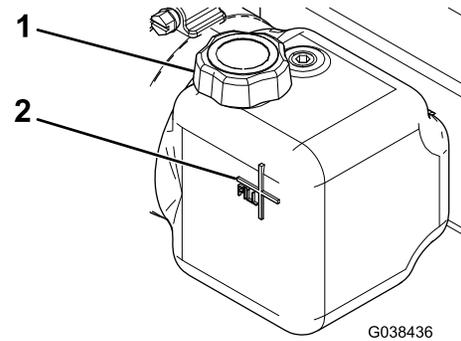

Figura 25
3. Retire el tapón de llenado de la reserva hidráulica (Figura 25).
4. Lentamente, llene la reserva con fluido hidráulico de alto rendimiento BOSS hasta la línea de llenado en el lado externo del depósito (Figura 25).
2. Limpie el área alrededor del tapón de llenado (Figura 25).